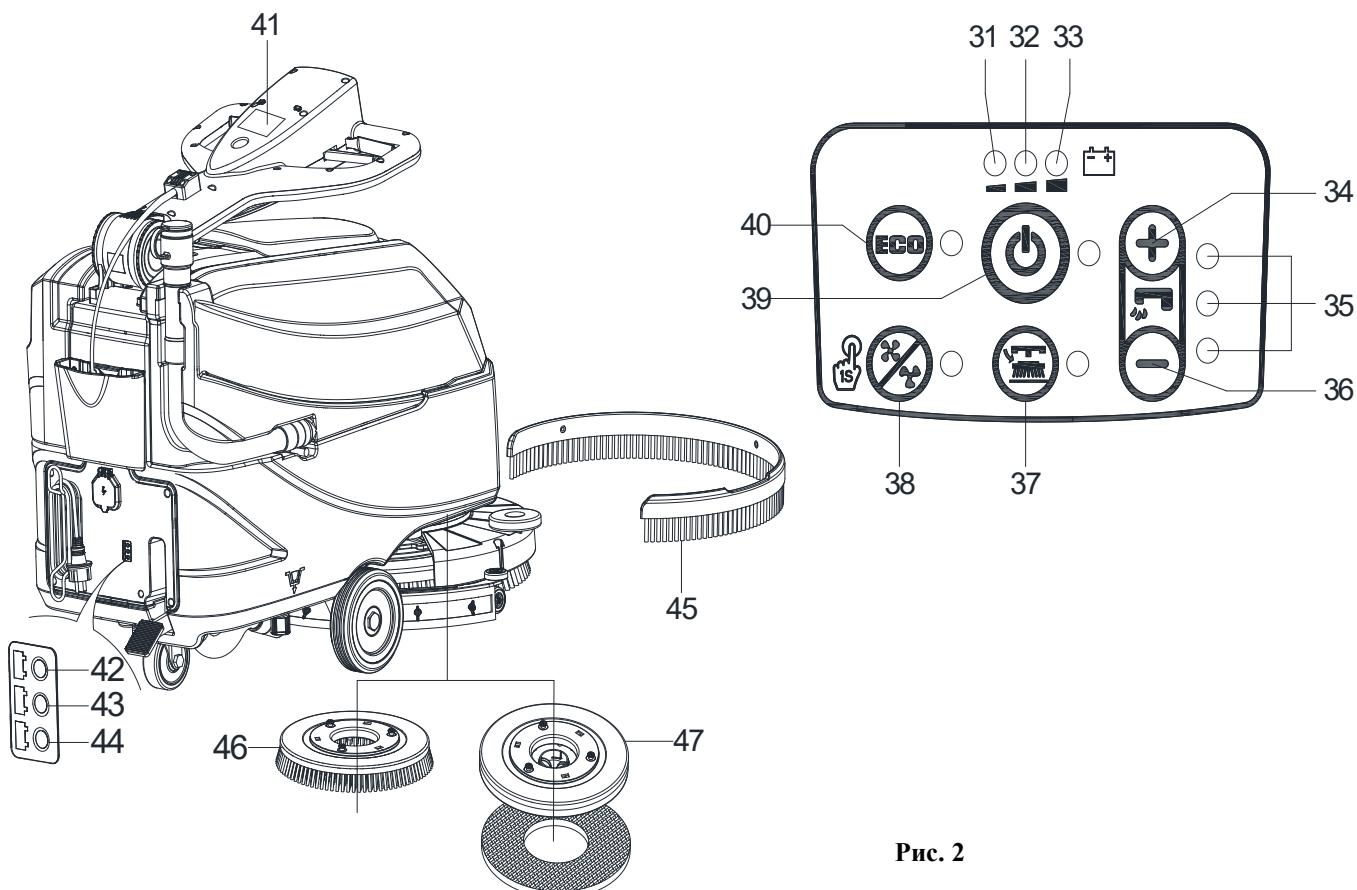

Рис. 2
### ПАНЕЛЬ УПРАВЛЕНИЯ (как показано на Рис. 2)
### ОКНО ПРОСМОТРА СВЕТОВОГО ИНДИКАТОРА ЗАРЯДНОГО УСТРОЙСТВА (как показано на Рис. 2)
- Нажмите на переключатель (39, Рис. 2). Если включится зеленый предупредительный световой сигнал (33), батареи полностью заряжены. Если включится желтый (32) или красный предупредительный световой сигнал (31), батареи необходимо зарядить (смотрите процедуры в главе Обслуживание).